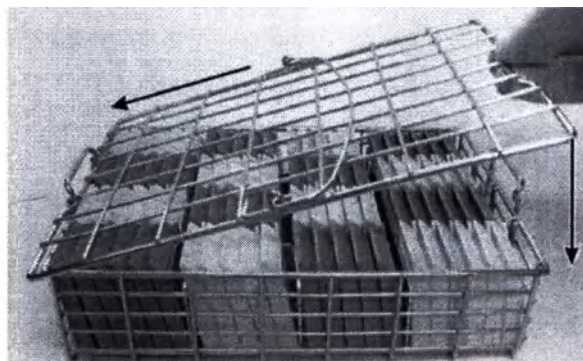

Рисунок 10. Закрытие крышки
- Для замены крышки, вставьте один конец в защелку, опустите крышку с другой стороны так, чтобы она плотно поместилась во вторую защелку (Рис.10)